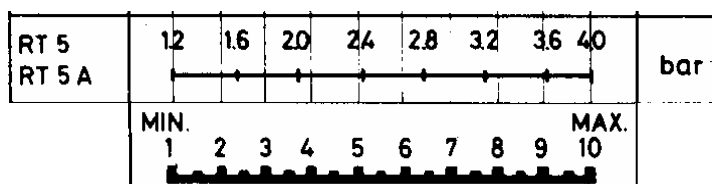

Рис. 4
б) Снять крышку реле давления и поставить барабан (3) на выбранном значении для дифференциала (горелка остановлена) на основе диаграммы на Рис. 4.